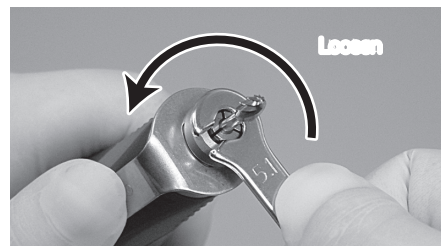

Abb.9
- * Wenn ein Bohrer mit großem Durchmesser schneidender Teile bei hohem Drehmoment verwendet wird, kann sich das Spannfutter in Richtung Schließen drehen, sodass der Bohrer festsitzt und sich nicht herausnehmen lässt. In diesem Fall den Schlitz der Nase entsprechend der Schraubenschlüsselposition der Welle ausrichten (flacher Teil) und die Welle mit einem L-Schlüssel festhalten. Den Ring öffnen und das Spannfutter mit dem mitgelieferten Schraubenschlüssel gegen den Uhrzeigersinn drehen, um es herauszunehmen. (Abb. 9)